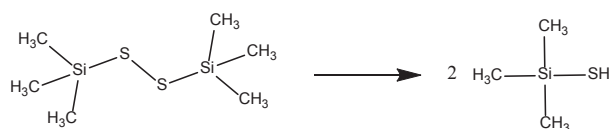

図1 ジスルフィド化合物の加水分解
3) ある研究室の大掃除で、不要試薬（溶媒など液体の有機化合物）を一つの廃液タンクまとめている際、学生が廃棄予定ではないジスルフィド化合物を誤って廃液タンクの中に投入してしまい、これが加水分解されてメルカプタンとなった（図1）。この分解生成化合物の構造は都市ガスのにおい付けに使われる *tert*-ブチルメルカプタンに類似しており、都市ガスが漏洩したときと同様の臭いが階下の建物中に充満して大騒動となった。なお、試薬メーカーによるジスルフィド化合物のSDS（安全データシート）には臭気に対する情報はなく、原因の特定には化学的知識が必要であった。